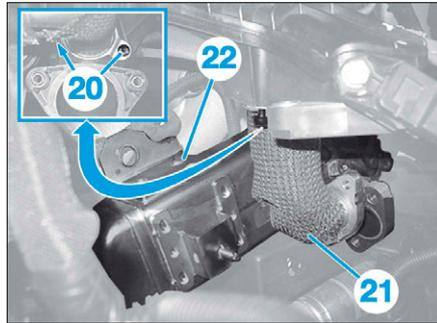

FIG. 77
- les vis (20) (Fig.77),
- le tube (21)
- le module de recyclage des gaz d'échappement (22).